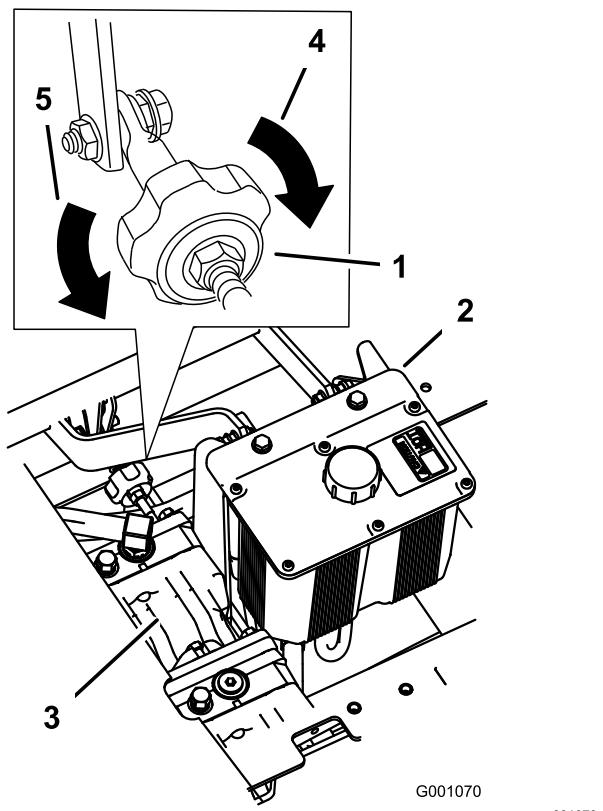

Figure 72
- Réglez la longueur de la tige de pompe en tournant le bouton dans le sens voulu, jusqu'à ce que la roue soit immobilisée ou tourne légèrement en arrière (Figure 72).